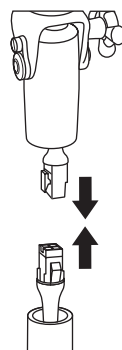

FIGURE 4
13. Connecter les fiches sortant de la base de la monture du moteur et du sommet de la tringle télescopique. Voir Figure 4.